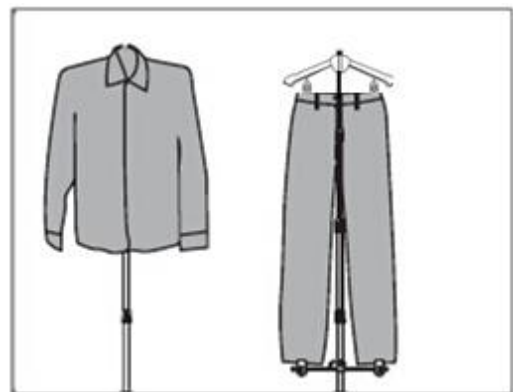

fig.22
- El tensor para pantalones le ayudará a mantener estirada la prenda (camiseta o pantalón) para obtener unos mejores resultados de planchado. (fig.22)